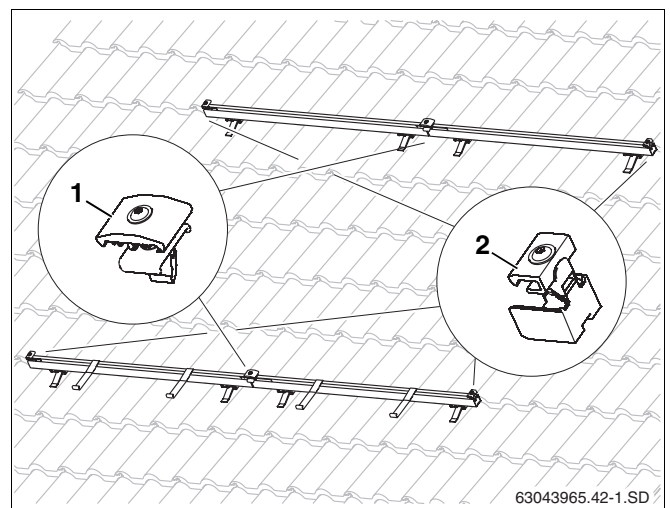

Fig. 40 Elementos de fijación del colector
La fijación de los colectores sobre los perfiles guía se realiza mediante los tensores unilaterales del colector (fig. 40, **pos. 2**) tanto al principio como al final de una fila de colectores y mediante los tensores bilaterales del colector (fig. 40, **pos. 1**) entre colectores.